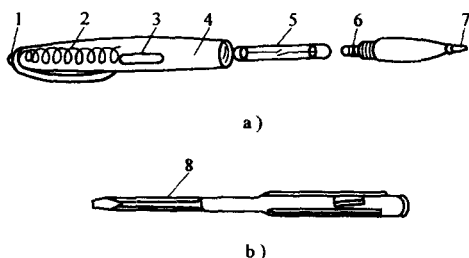

图 1-1 低压验电器
1) 低压验电器。低压验电器又称测电笔（简称电笔），有钢笔式和螺钉旋具式（又称旋凿式）两种。如图 1-1 所示。